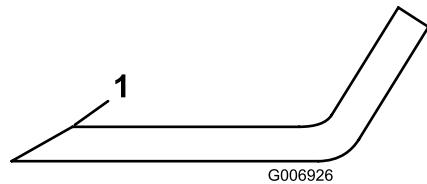

Figura 16
3. Inspeccione los filos de corte de todas las cuchillas. Afílelos si están romos o tienen mellas. Afile únicamente la parte superior del filo y mantenga el ángulo de corte original para asegurar un filo correcto (Figura 16). La cuchilla permanecerá